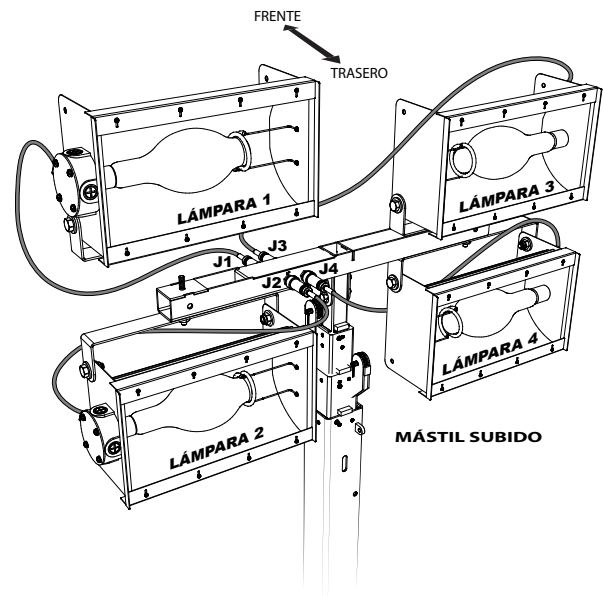

Figura 15. Conexiones de cables eléctricos de la lámpara
4. Alinee la lengüeta de llave (B) en el conector macho con la ranura o llave (A) en el conector hembra y empújelos juntos hasta asentarse a presión. Conecte los cables eléctricos de la luz a la barra en T según se indica en la Tabla 7 y la Figura 15.
5. Sujete todos los conectores de cable al enroscar la tuerca de traba moleteada del conector macho en la porción roscada del conector hembra para asegurar un contacto bueno entre los dos conectores. Vea la Figura 15.